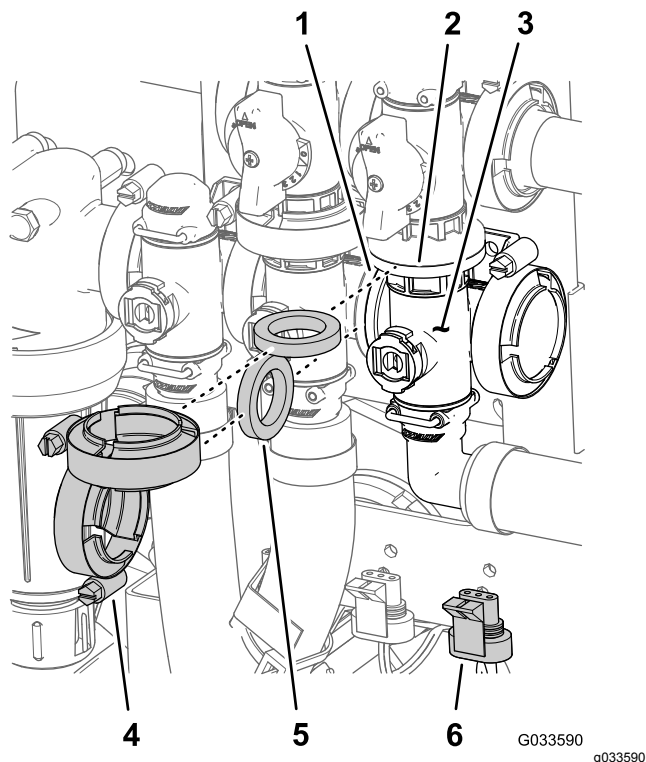

Рисунок 129
1. Совместите фланец коллектора главного клапана стрелы, уплотнительную прокладку и фланец главного клапана перепуска стрелы (Рисунок 129).
2. Смонтируйте коллектор главного клапана стрелы, уплотнительную прокладку и главный клапан перепуска стрелы с помощью фланцевого хомута, затянув его вручную (вид А на Рисунок 129).
3. Совместите фланец коллектора главного клапана стрелы, уплотнительную прокладку и коллектор клапана перемешивания (Рисунок 129).
4. Смонтируйте коллектор главного клапана стрелы, уплотнительную прокладку и коллектор клапана перемешивания с помощью фланцевого хомута, затянув его вручную (Рисунок 129).
7. Рисунок 129 Присоедините клапан перемешивания к опоре крепления клапанов при помощи болта с фланцевой головкой и фланцевой контргайки, снятых при выполнении действий, описанных в пункте 3 раздела Снятие главного коллекторного клапана стрелы \(страница 92\), и затяните гайку и болт с моментом от 10 до 12 Н·м.